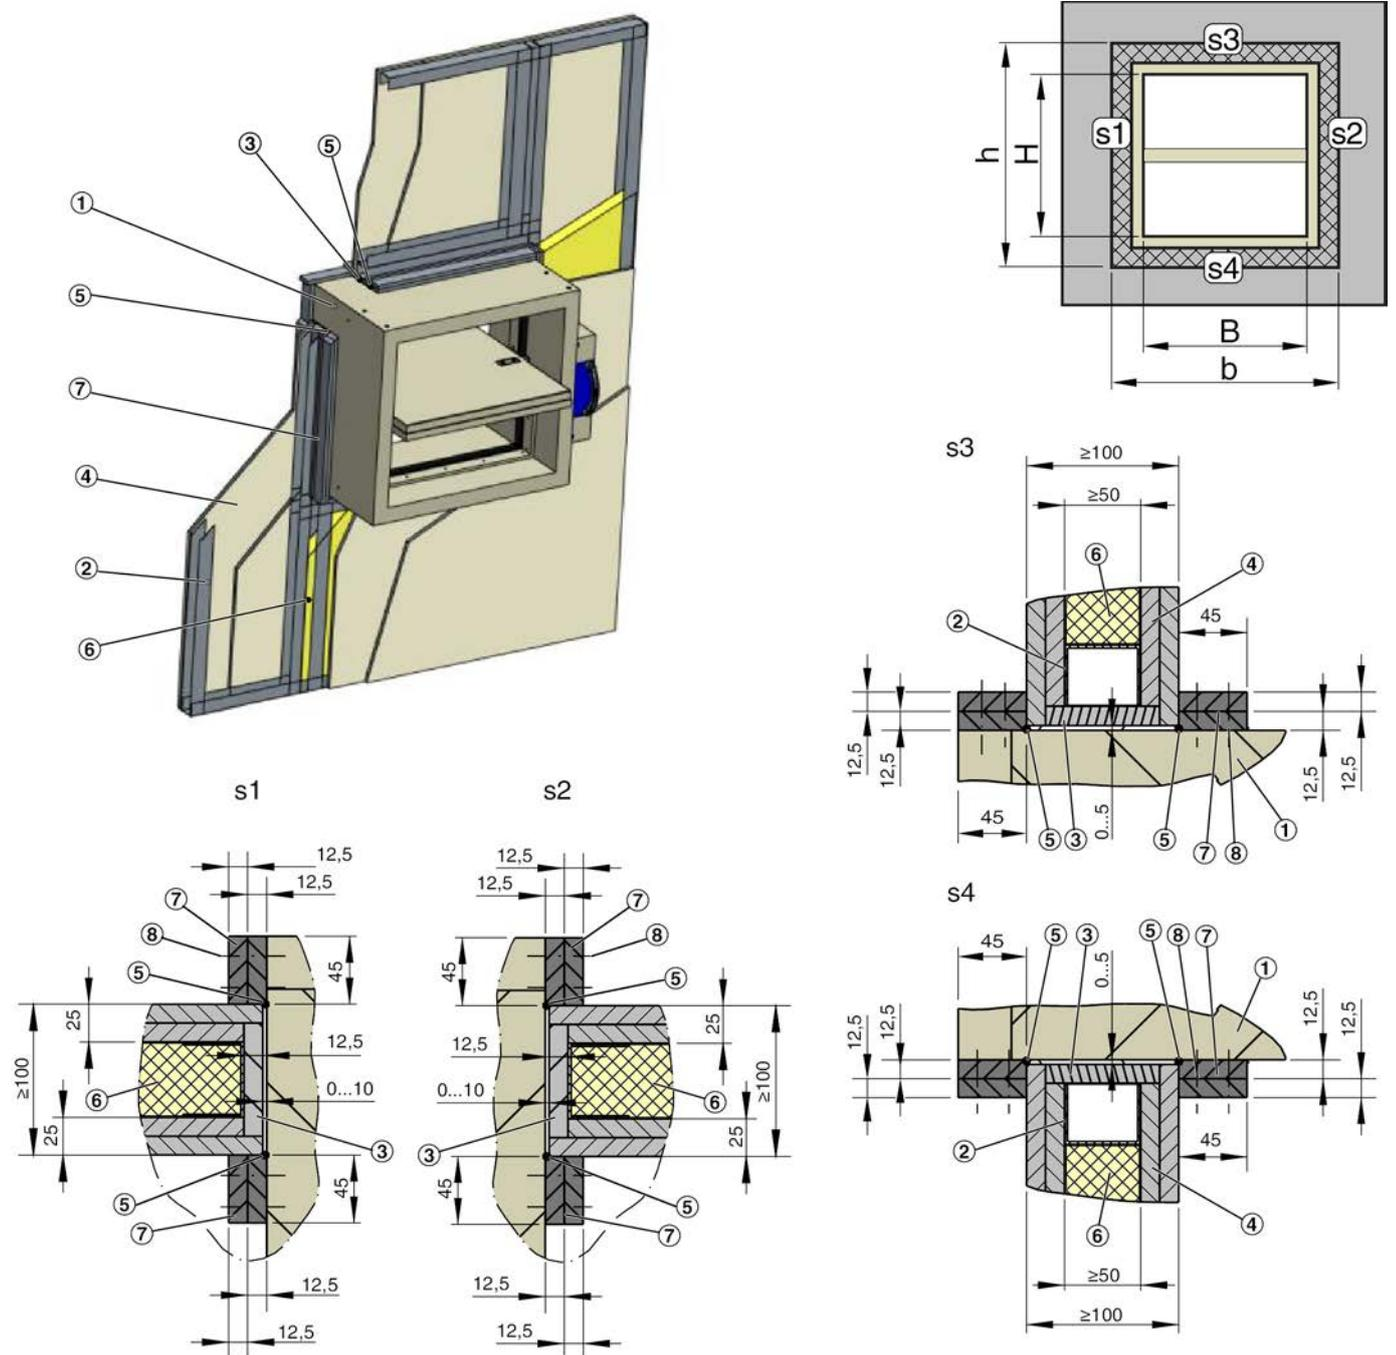

Fig. 16: Instalación en seco sin mortero, variante b, índice de clasificación: v_{ew}
- Realizar la abertura de instalación en cumplimiento con Fig. 16 .
1. ▶ Realizar la abertura de instalación en cumplimiento con Fig. 16 .